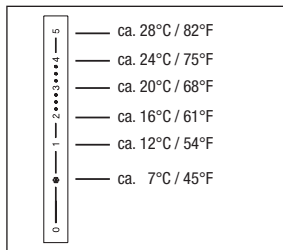

Fig. 5 Scala di temperatura della testa termostatica "vindo TH"
3. Mantenere in questa posizione e stringere bene la calotta (non applicare troppa forza). Impostare la testa termostatica alla temperatura ambiente desiderata (Fig. 5).